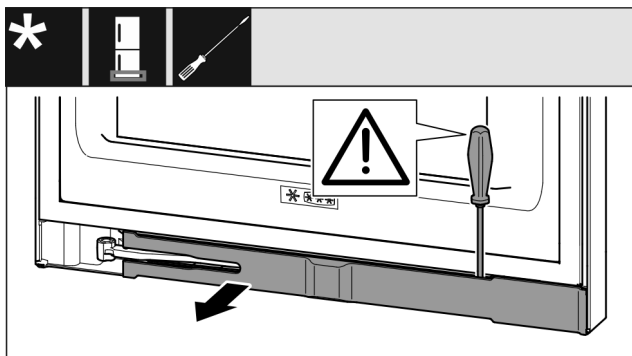

Fig. 15
- ▶ Plochým šroubovákem vyjměte zásepku a otočte ji ke straně. (viz Fig. 15)